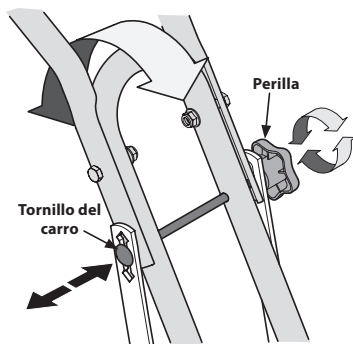

Figura 4
- Hay tres orificios de ajuste de la altura en las dos ménsulas de soporte del manillar. Use un ajuste que posicione los manillares aproximadamente al nivel de la cintura cuando los dientes se encuentran a 3"-4" dentro del suelo. Para ajustar la altura de los manillares, afloje la perilla del mango, extraiga el tornillo del carro, ajuste en el modo deseado, empuje el tornillo del carro hasta que la porción cuadrada del tornillo se fije en su lugar y vuelva a apretar la perilla. Vea la Figura 4.